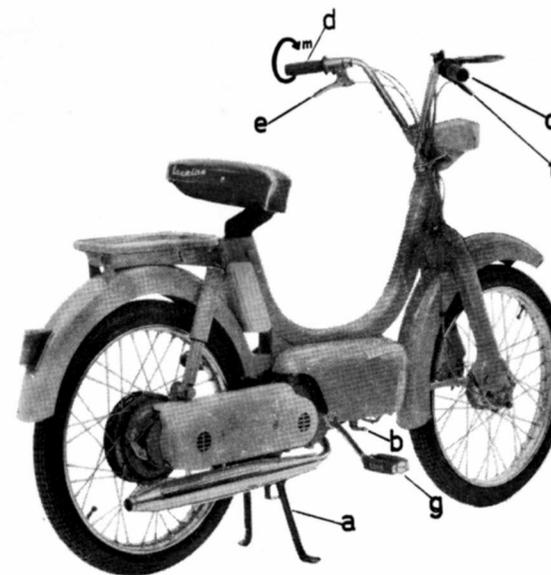

Fig. 6.—Puesta en marcha.
1.º) Arranque con vehículo sobre caballete (fig. 6).
- Girar el puño cambio en el sentido contrario de la flecha **m**, fig. 6. De esta forma hemos desconectado la transmisión del motor a la rueda.
Situar el puño cambio en sentido contrario de la flecha **m**, fig. 6, y pedalear.